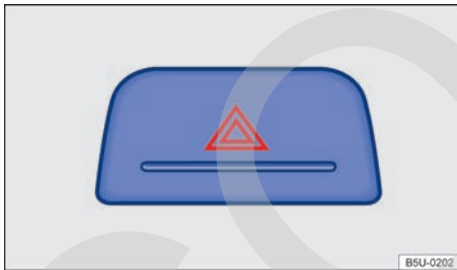

Fig. 144 En la parte superior de la consola central: interruptor de las luces de advertencia.
2. Encender las luces de advertencia con el interruptor  ⇒ fig. 144.
Las luces de advertencia también pueden desconectarse al presionar el interruptor  en el panel de instrumentos => fig. 144. <